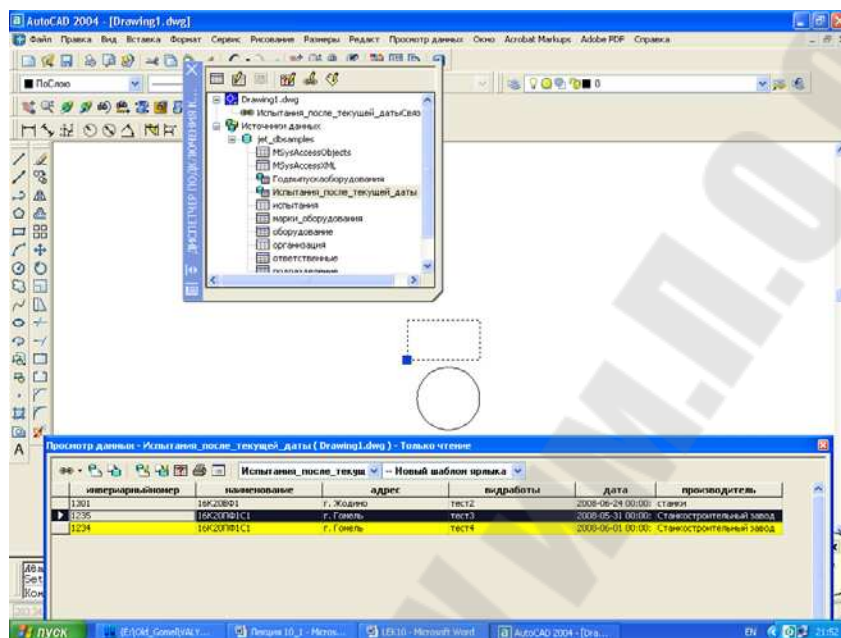

Рис. 12.13. – Просмотр связанных объектов в рисунке
11. Для просмотра связанных объектов в рисунке необходимо выделить интересующую запись и нажать на пиктограмму  (см рис. 12.13)